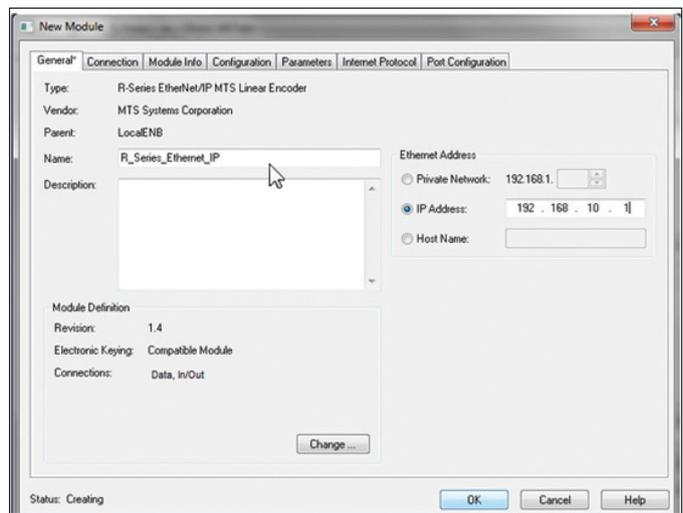

Abb. 96: Neue Moduleinstellungen bestätigen
3. Es öffnet sich das Fenster „New Module“. Tragen Sie im Feld „Name“ einen Namen ein wie z.B. „R_Series_Ethernet_IP“. Klicken Sie unter „Ethernet Address“ die Option „IP Address“ und tragen Sie die statische IP-Adresse ein, die Sie dem Sensor zuvor zugewiesen haben (Abschnitt 6.2). Bestätigen Sie Ihre Eingaben durch Klicken der Schaltfläche „OK“ (Abb. 96).